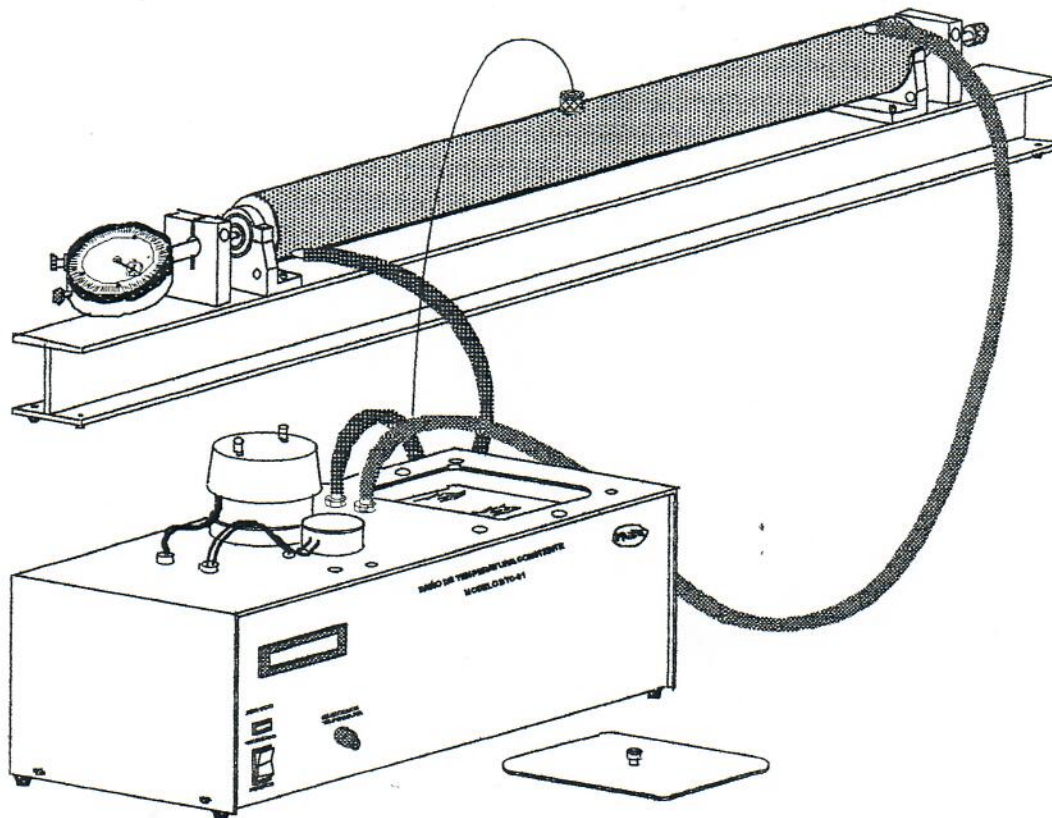

Figura 5. Arreglo experimental del Equipo.
En la figura 5 se muestra el Dilatómetro, sus accesorios y el Baño de Temperatura Constante.
- 1.- Conecte el Dilatómetro y el Baño de Temperatura Constante, como se muestra en la figura 5.